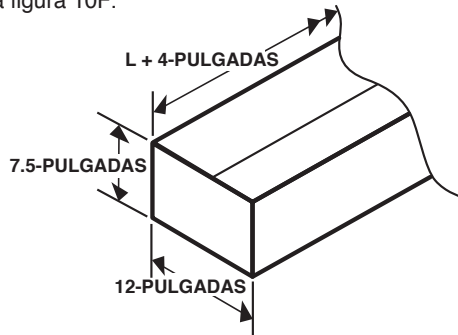

Figura 10F: Dimensiones del armazón de hormigón
- Rejilla al ras: 4" más que la longitud del calefactor por 12" de ancho por 7.5" de profundidad (material de campo). Ver la figura 10F..
- Rejilla sobre la superficie: 4" más que la longitud del calefactor por 12" de ancho por 7" de profundidad (material de campo). Ver la figura 10F.